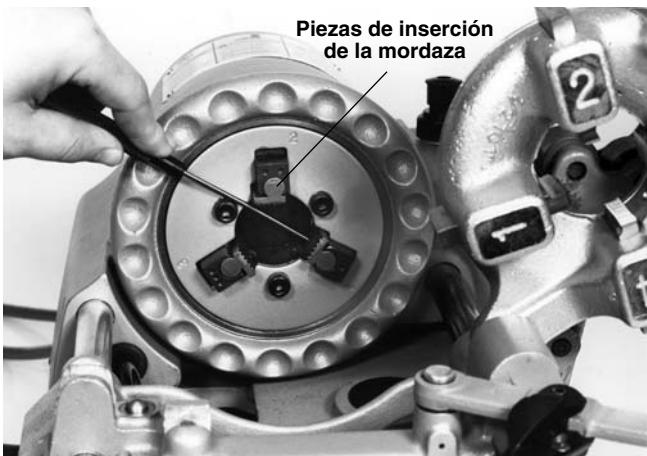

Figura 16 - Reemplazo de las inserciones de la mordaza
1. Para extraer las inserciones, meta un punzón en la ranura del retén de resorte en la mordaza y empuje hacia abajo. (*Figura 16*)